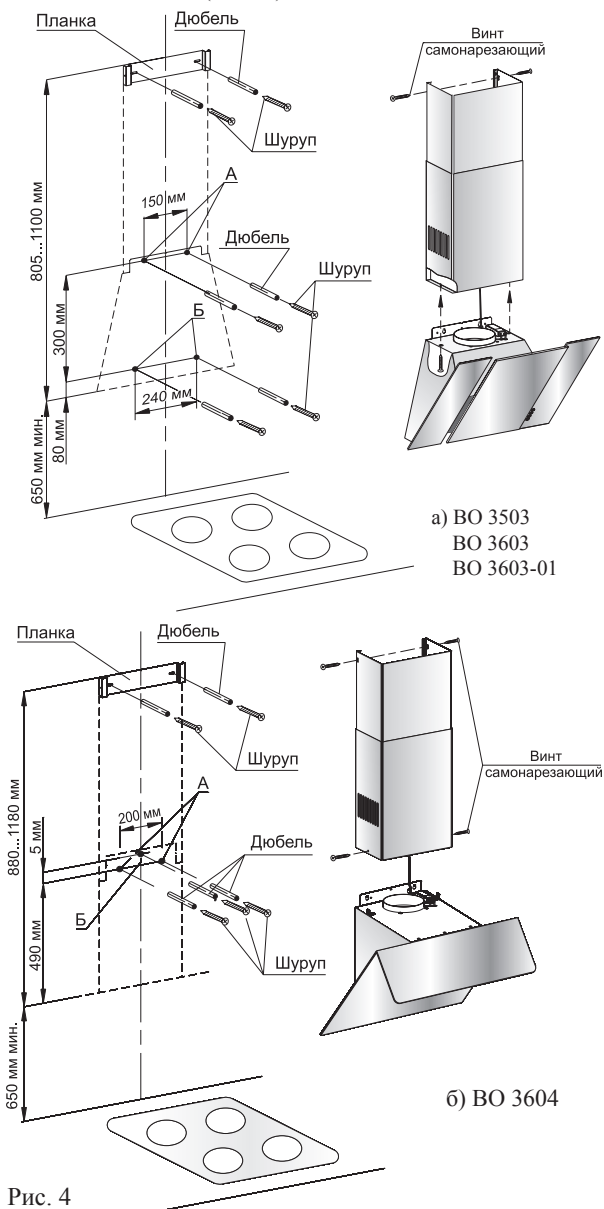

Рис. 4
ВНИМАНИЕ! МИНИМАЛЬНОЕ РАССТОЯНИЕ МЕЖДУ ПЛОСКОСТЬЮ УСТАНОВКИ ПОСУДЫ НА ПЛИТУ (НАГРЕВАТЕЛЬНОЙ ПОВЕРХНОСТЬЮ) И ВОЗДУХООЧИСТИТЕЛЕМ ДОЛЖНО БЫТЬ 65 см. ВОЗДУХООЧИСТИТЕЛЬ КРЕПИТЬ НА РОВНУЮ ПОВЕРХНОСТЬ (РИС.4).
- 6.3 С учетом установочной высоты и центральной линии разметьте на стене отверстия (А и Б) (рис.4).
- 6.4 Просверлите отверстия диаметром 8 мм: А на глубину 70 мм, Б на глубину 50 мм, рис.4.
- 6.5 В отверстия вставьте дюбели согласно рис.4. и по отверстиям А заверните не до упора два шурупа, на которые навесьте воздухоочиститель со снятыми фильтрами.